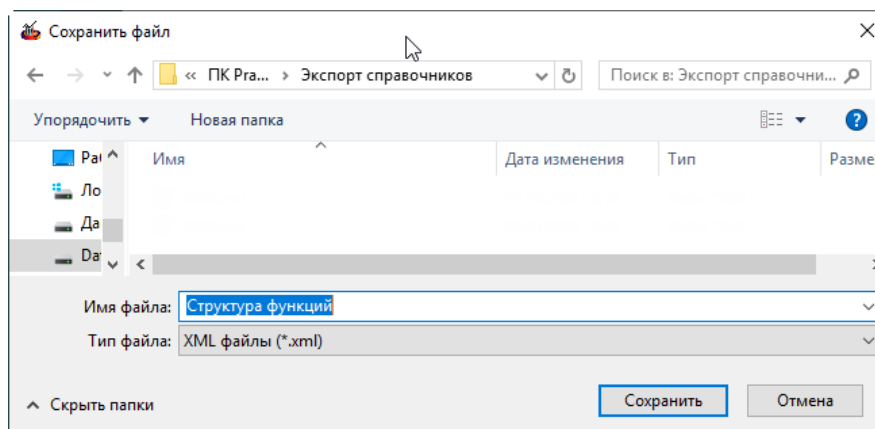

Рисунок 183 – Стандартное окно «Сохранить файл»
3) В стандартном окне «Сохранить файл» указать путь и имя файла для сохранения (рисунок 183).